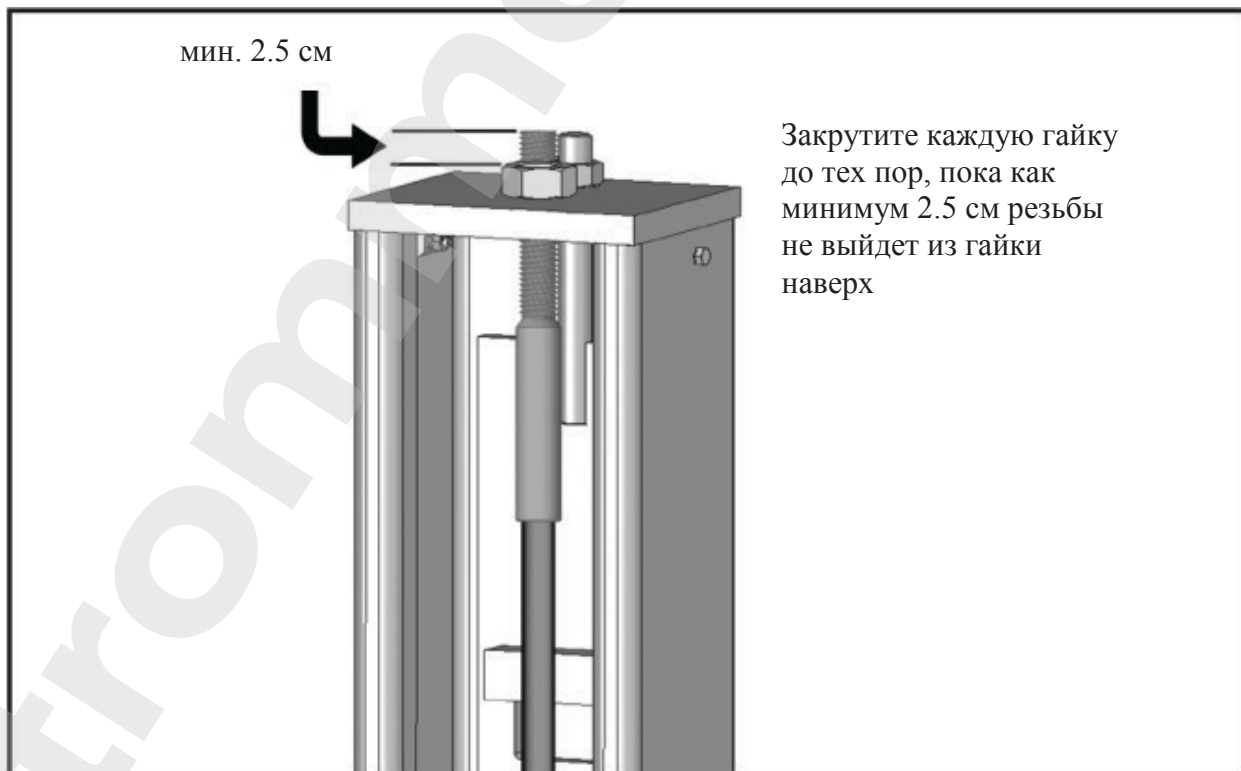

Рис. 8.4
4. Накрутите гайки и затягивайте их до тех пор, пока как минимум 2,5 см резьбы не выйдет из гайки вверх. Тросы должны быть ослаблены до запуска оборудования и окончательной регулировки тросов (см. рис. 8.4).